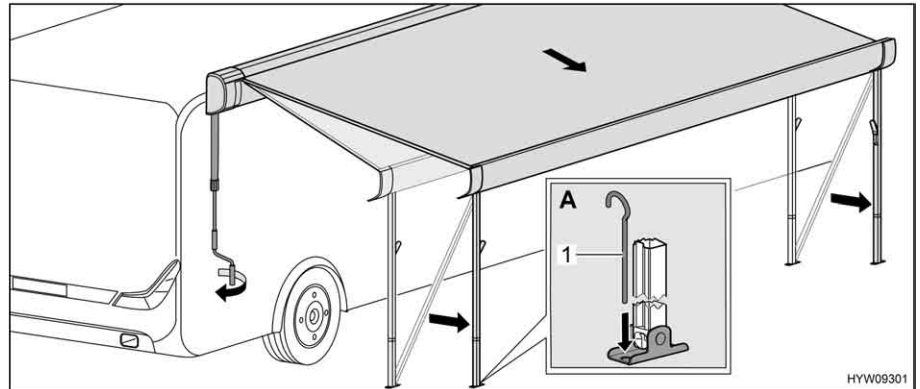

Fig. 24 Collocazione della tenda nella posizione finale
- Servendosi di puntelli (Fig. 24,1), fissare a terra i montanti di supporto (Fig. 24,A).